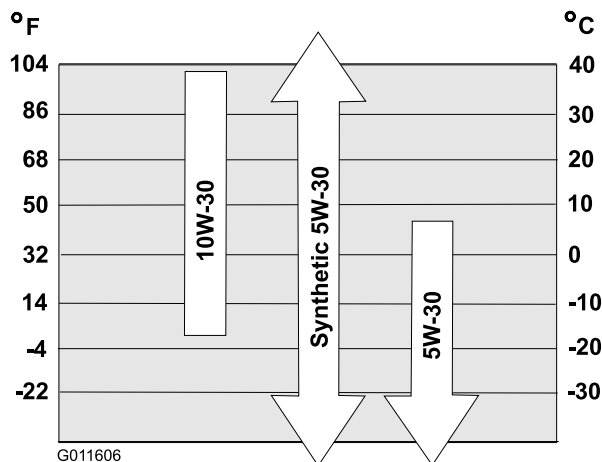

Рисунок 29
Используйте Рисунок 29 приведенный ниже для выбора оптимальной вязкости масла для ожидаемого диапазона наружных температур:
**Примечание:** Заливайте масло в картер двигателя до тех пор, пока маслостерный щуп не покажет, что достигнут нужный уровень масла в двигателе, как показано на Рисунок 29. В случае перелива слейте некоторое количество масла из двигателя, как описано в разделе «Замена моторного масла».